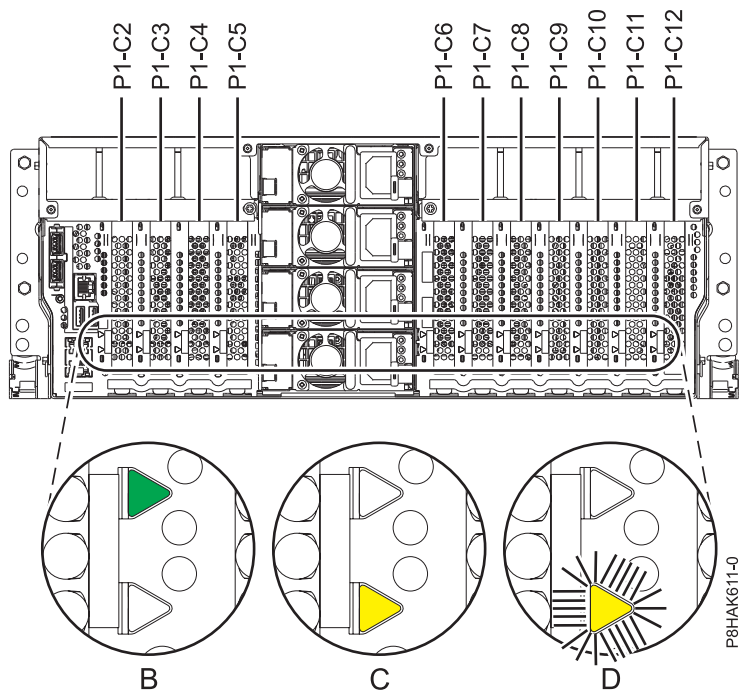
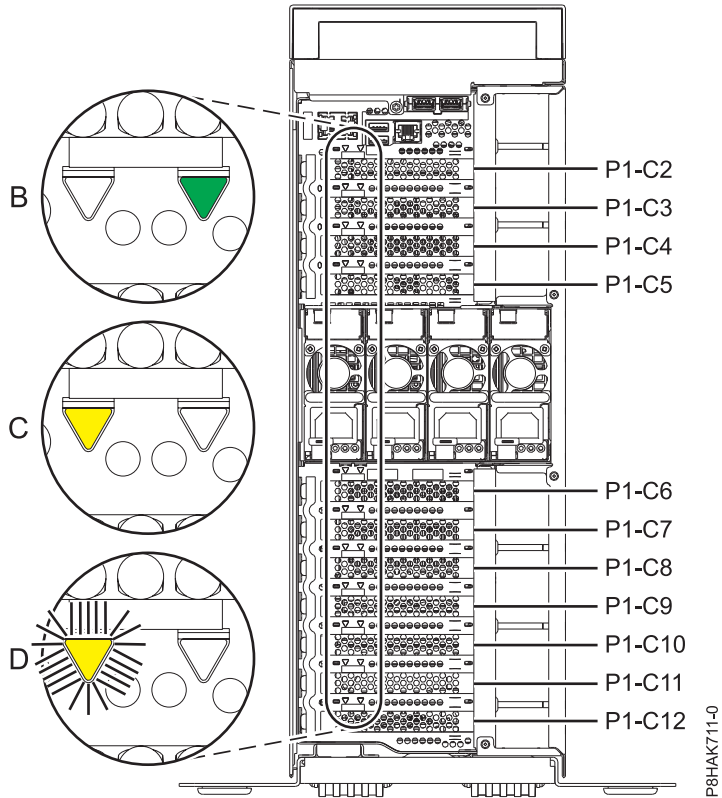

Figura 66. Ubicaciones de la ranura del adaptador PCIe y ubicaciones de los LED en un sistema montado en bastidor
Figura 67. Ubicación de la ranura del adaptador PCIe y de los LED en un sistema 8286-41A autónomo
6. Familiarícese con las ubicaciones de las ranuras del adaptador PCIe y los indicadores de servicio del adaptador PCIe al que desea aplicar el servicio. Los Adaptadores PCIe se instalan en la parte posterior del sistema. En la Figura 66 en la página 77 y la Figura 67 en la página 77 muestran las ubicaciones de los adaptadores PCIe en un sistema y las ubicaciones de los diodos emisores de luz (LED) del adaptador PCIe.